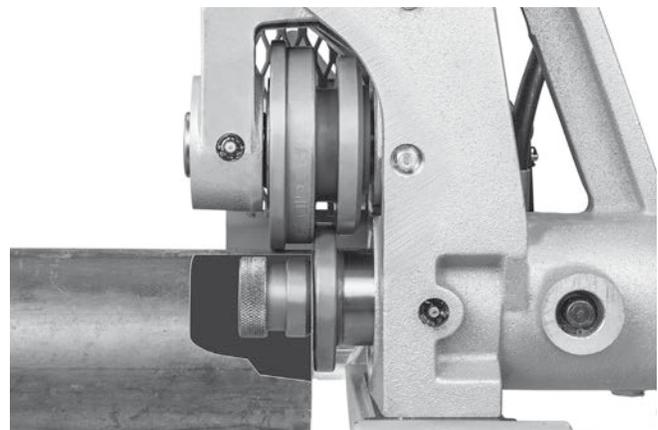

Figura 11 - Așezarea țevii deasupra arborelui de antrenare, la nivel cu flanșa arborelui de antrenare (stabilizatorul îndepărtat pentru claritate)
3. Trebuie să fie disponibile stative de țeavă adecvate pentru susținerea țevii. Reglați înălțimea stativelor țevii astfel încât țeava să fie la nivel și diametrul interior superior al țevii să se așeze în partea de sus a rolei de antrenare (vedeți figura 11).
4. Așezați țeava pe stativ(e) cu capătul țevii la nivel cu flanșa arborelui de antrenare și interiorul țevii în contact cu partea superioară a arborelui de antrenare (Figura 11). Asigurați-vă că țeava este stabilă și sigură.